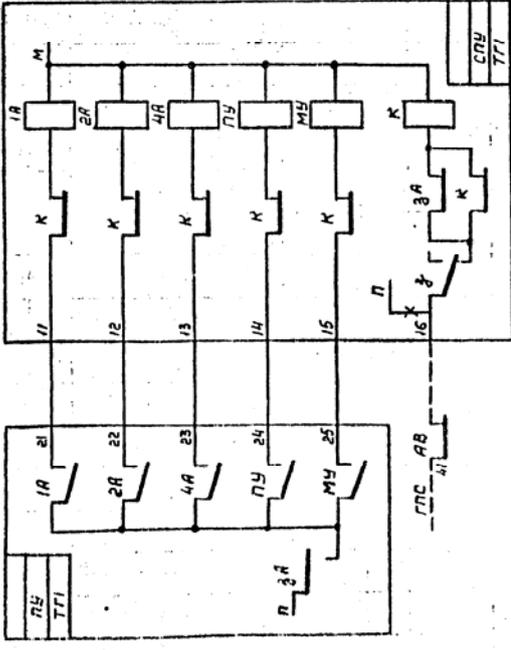

Рис. 1 Трансляция задания ГАЦ-КР.
- в системе ГАЦ-КР включить контакт реле АВ в цепь возбуждения реле К блока трансляции стрелочного участка ТТИ (Рис.1), а в межстрелочных блоках ТТИ подать питание ППС на контакт 16.